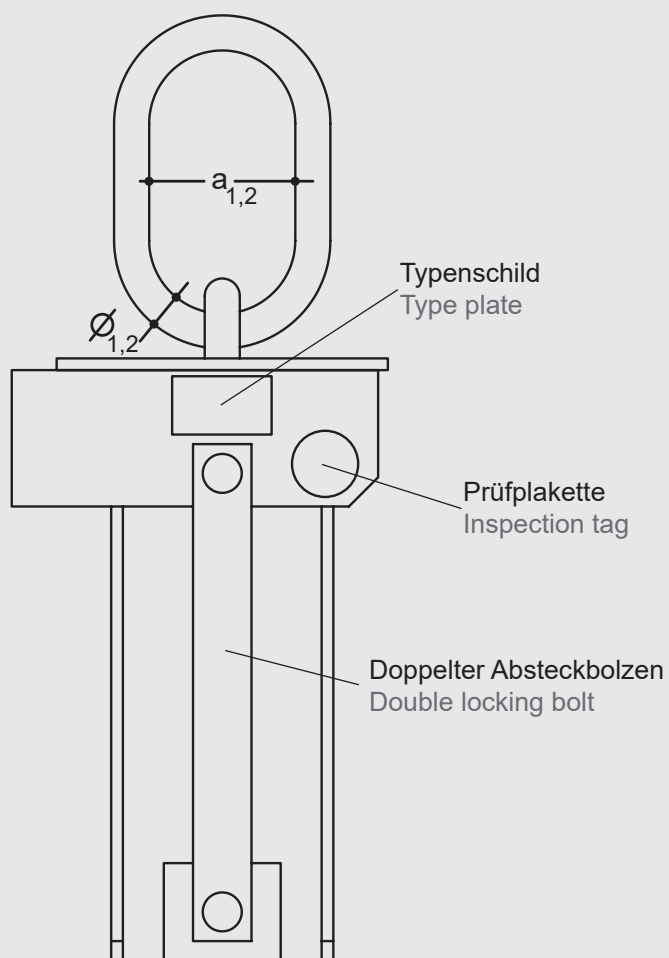

Fig. 9
**Prüfung des Aufhängeglieds [Fig. 9]:**
**Inspection of rigging link [Fig 9]:**